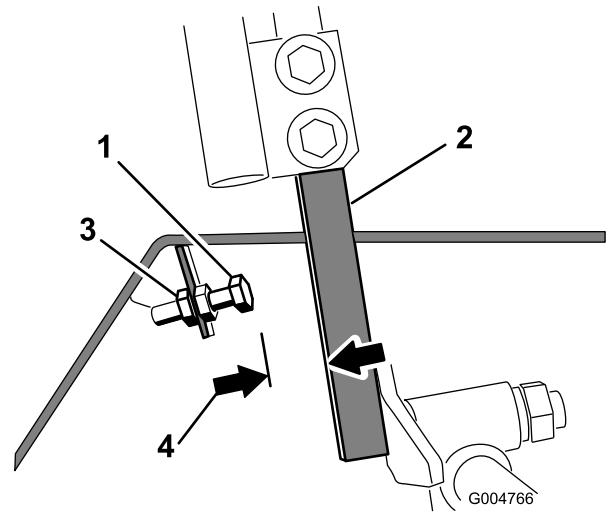

Bild 67
4. Lösen Sie für einen der Fahrtriebshebel die Klemmmutter an der Anschlagschraube (Bild 67).